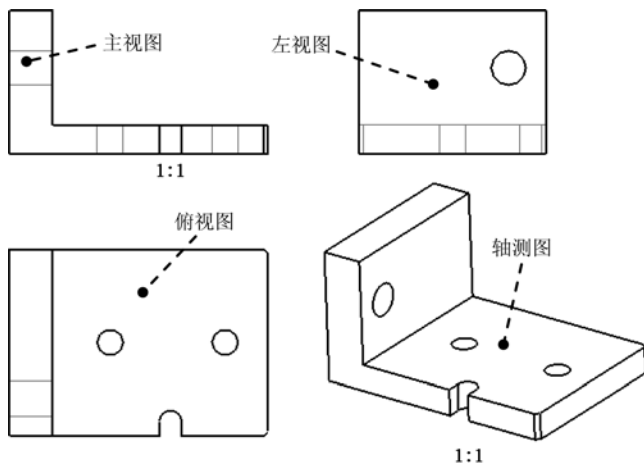

图 11.1.6 调整视图的位置
(1) 移动主视图的位置。先单击图 11.1.6 所示的主视图，然后拖动鼠标将主视图移动到合适的位置，同时子视图（俯视图和左视图）也随着移动。
(2) 移动左视图的位置。单击图 11.1.6 所示的左视图，然后用鼠标左右拖移视图。
(3) 移动俯视图的位置。单击图 11.1.6 所示的俯视图，然后用鼠标上下拖移视图。
(4) 移动轴测图的位置。单击图 11.1.6 所示的轴测图，然后拖动鼠标将轴测图移动到合适的位置。